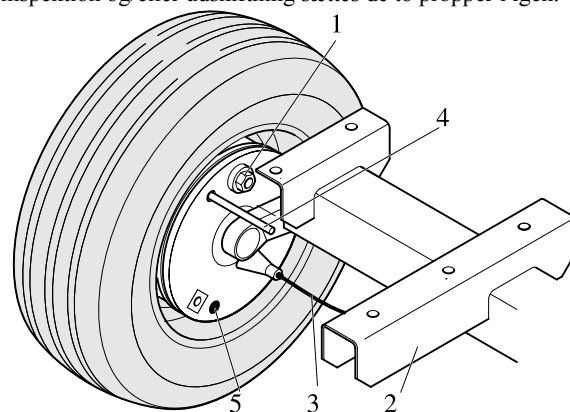

Fig. 5.4 Justering af bremsebakker
Kompressoren løftes og understøttes. Sørg for, at alle bremses er slået fra (påløbsbremse og håndbremse). Bremskablerne må ikke være stramme. Bloker hjulbremsens drejekamskive fra ydersiden ved hjælp af en tap Ø 4 mm (4) gennem hullet som vist på Fig. 5.4.